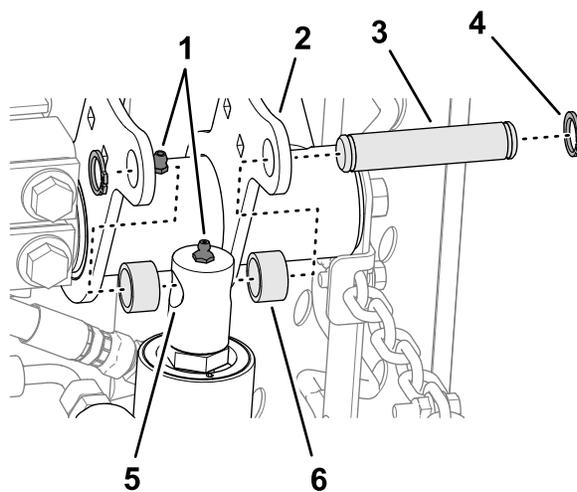

图 15
4. 缓慢移动提升油缸杆直到与右提升臂法兰中的孔对齐图 15。
5. 使用安装销、2 个隔片和 2 个卡环将杆组装到法兰上图 15。
6. 在提升臂和液压缸的黄油嘴上涂抹 2 号锂基润滑脂图 15。
1. 将后承载架板中的孔与滚刀组安装板中的孔对齐图 15。